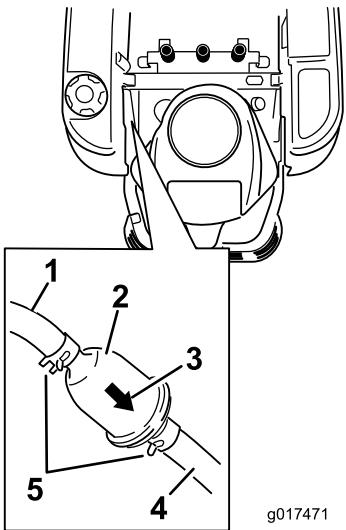

Figure 46
4. Pincez les extrémités des colliers et faites glisser ceux-ci pour les éloigner du filtre (Figure 46).
7. Rapprochez les colliers de flexibles du filtre (Figure 46) pour le fixer en place.